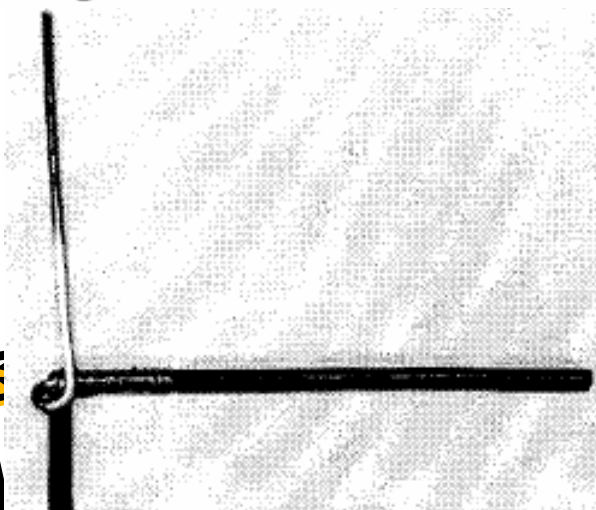

Figura 10.30
5. Dobre o condutor rígido, como mostra a **figura 10.30**.